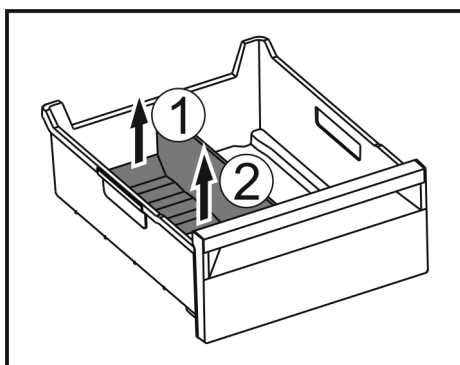

Fig. 146
- ▶ Podnieść tylną część separatora do szuflady na lód. Fig. 146 (1)
- ▶ Separator do szuflady na lód podnieść do góry. Fig. 146 (2)